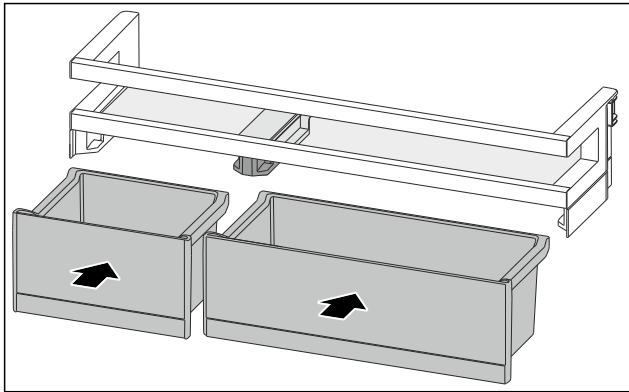

Fig. 194
- ▶ Установите ящики VarioBox, поменяв их расположение. (см. Fig. 194)